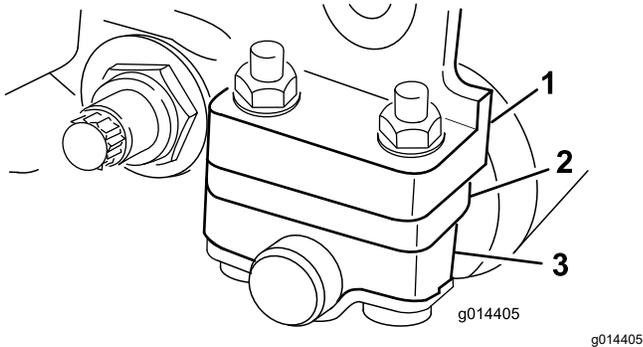

Figure 12
1. Réglez les supports du rouleau arrière à la plage de hauteur de coupe voulue en plaçant le nombre correct d'entretoises sous la bride de fixation de la plaque latérale (Figure 12) en vous reportant au Tableaux de sélection des hauteurs de coupe et des contre-lames (page 16).